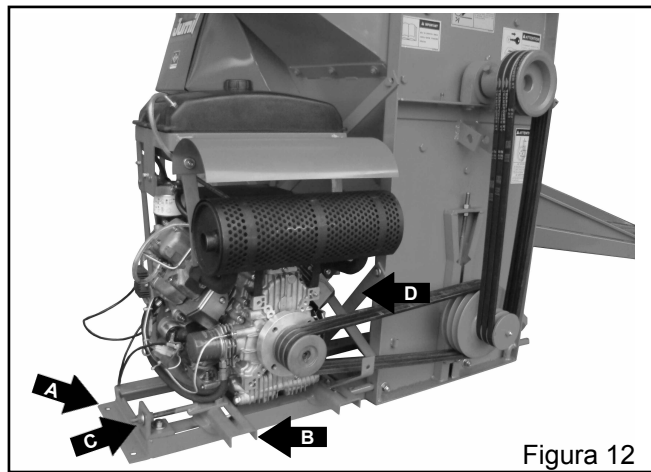

Figura 12
- a) Conjunto da base B-110 para motor a diesel ou a gasolina, composto de (Figura 12):